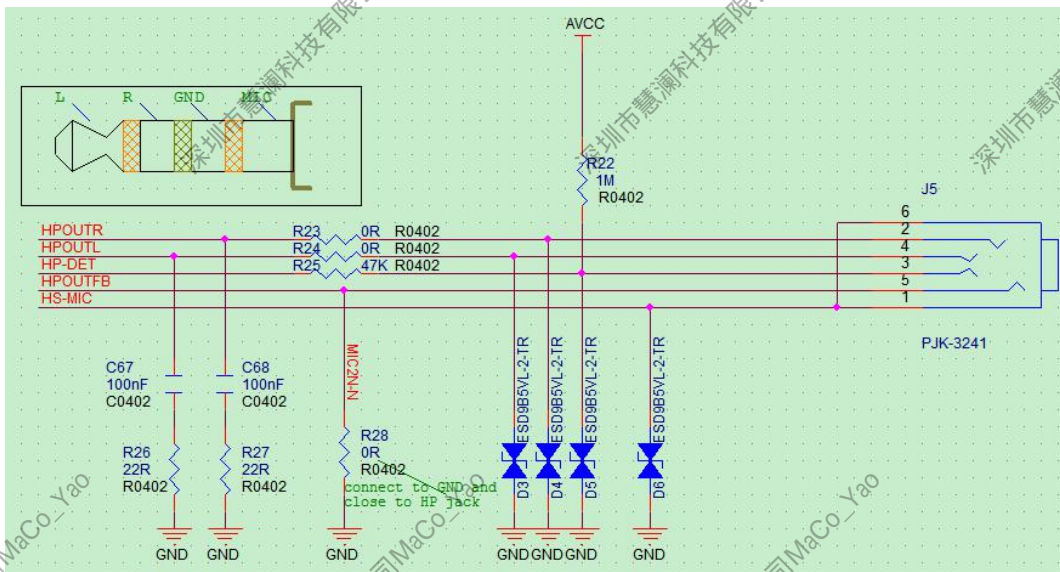

图 2-43 耳机接口电路设计
- 耳机输出的 RC 电路必须保留，如下图 2-43 的 C67/R26，C68/R27。HPOUTFB 的接地电阻靠近耳机座子，而且耳机座子与下地电阻 R28 的走线至少要大于 15mil。MIC2N-N 网络要参考耳机座子的地。如图 2-43 所示：
- 耳机检测是通过检测 HP-DET 的电平的高低状态。若插入耳机，3 和 4 脚短路，则电阻 R84 NC 不贴；若插入耳机，3 和 4 脚断开，电阻 R84 贴 100K，如图 2-43 所示。不同耳机检测的有效电平需在 sys_config 配置文件修改。